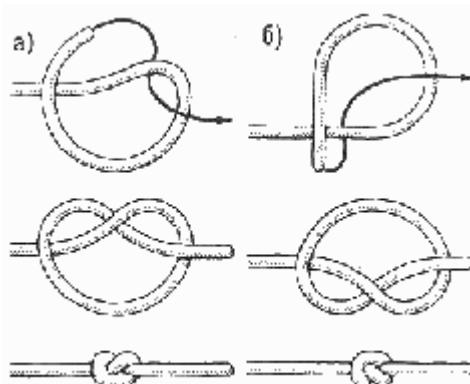

Рис. 1. Простой узел: *а* – левый; *б* – правый
**Простой узел** (рис. 1). Это самый простой из всех известных узлов. Чтобы завязать его, надо ходовым концом троса сделать полуузел за его коренной конец. Его можно завязать на конце или на средней части троса. Для этого ходовой конец троса один раз обносят вокруг его коренной части и пропускают в образовавшуюся петлю.
В зависимости от того, как он завязан, простой узел может быть левым (рис. 1, *а*) или правым (рис. 1, *б*).